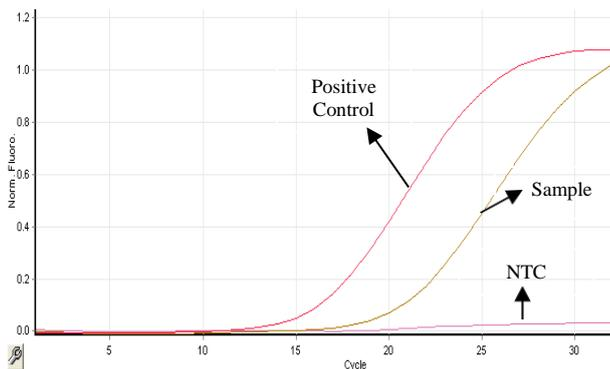

Figura 4 Curva de muestra con gen *BRAF* mutante
- a) Si el valor de FAM Ct de la muestra es < 26 , la muestra se determina como **positiva** (Figura 4).